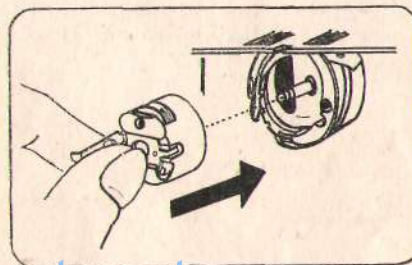

рис. 12
10. Установка шпульного колпачка (рис. 12)